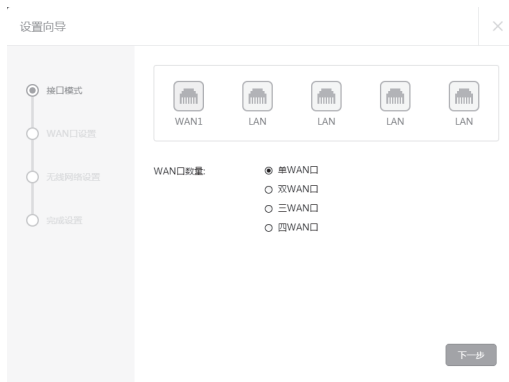

图4-2 接口模式设置
4. 请进行接口模式设置，如**图4-2**所示。选择WAN口数量，并单击“下一步”，分别对每一个WAN口进行设置。